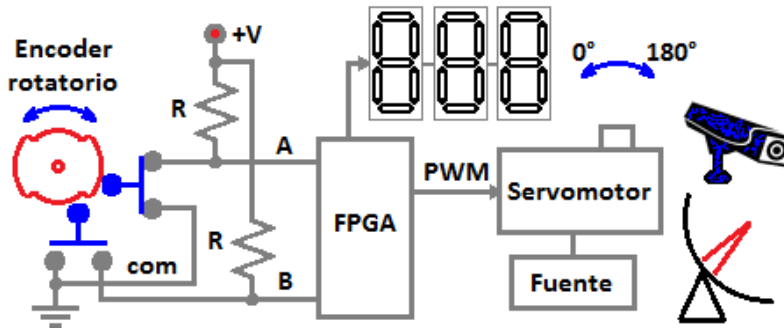
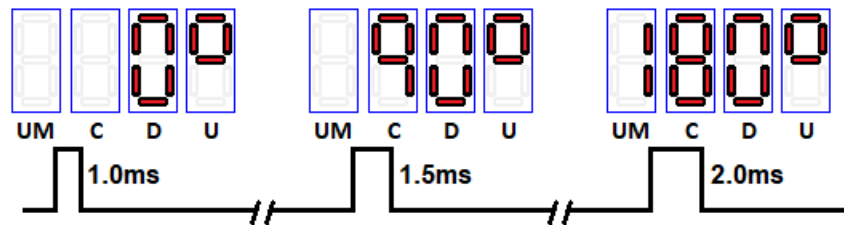

Figura 3.5. Diagrama a bloques para el control de posición del servo por PWM.
Figura 3.21. Ejemplo del valor del display para el servo con tope.
- Implementar un control de posición para un **servomotor con tope** cambiando la señal de control (PWM) adecuada al tipo de motor, por medio de un encoder rotatorio mecánico (óptico o magnético), mostrado en la figura 3.5. El movimiento del encoder en un sentido cambiará la posición del servo en ese mismo sentido, tanto horario como antihorario. Los displays (ver figura 3.21) indican el ángulo del motor (0°-180°), con resolución mínima de 5°. El motor deberá llevar una **carga** en el eje (banda, llantas, polea, sistema animatrónico, ventana o puerta a escala, etc., no se permiten cosas sencillas como hélices, clips, alambres, ligas, hojas de papel, etc.). El lenguaje en el que se implementa lo define el profesor. Reportar los códigos comentados, simulaciones, fotos del funcionamiento con texto explicativo de lo que sucede.